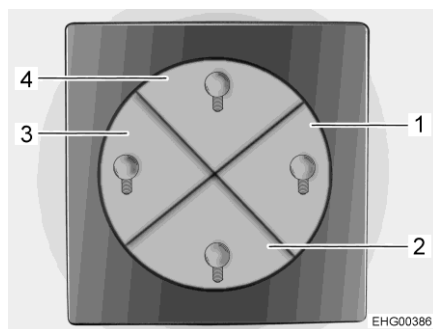

Bild 75 Schalter für Lichtsteuerung
- Hauptlicht Wohnraum (Deckenbeleuchtung) (Tastfeld 4 in Bild 75)
- Ambientebeleuchtung Wohnraum (indirekte Beleuchtung durch seitliche LED-Streifen) (Tastfeld 2 in Bild 75)
- Hauptlicht Schlafraum (Deckenbeleuchtung) (Tastfeld 3 in Bild 75)
- Ambientebeleuchtung Schlafraum (indirekte Beleuchtung durch seitliche LED-Streifen) (Tastfeld 1 in Bild 75)